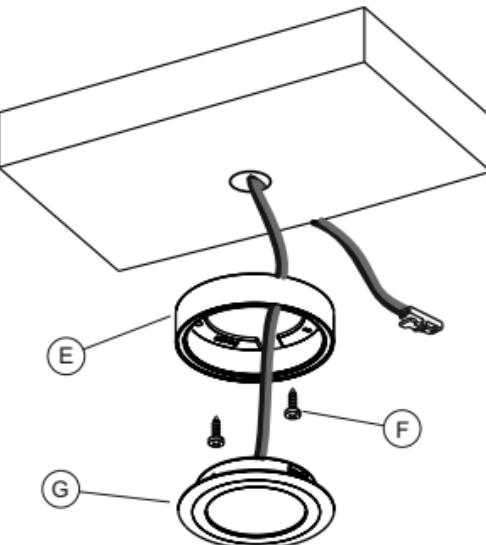

Fig 6
- Secure the plastic bracket (E) to the installation surface with the included screws (F); insert the light (G) into the plastic support, applying light pressure until it is completely fitted as illustrated in figure 6.
- Fixer le support plastique (E) au plan d'installation à l'aide des vis (F) fournies ; insérer le spot (G) dans le support plastique en exerçant une légère pression jusqu'à l'encastrement complet, comme indiqué sur la figure 6.